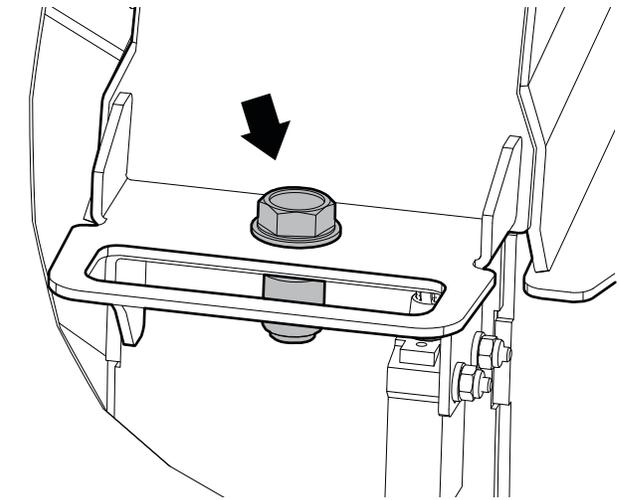

Fig. 22 – Attache du boîtier supérieur du rotor
2. Retirez la fixation du boîtier supérieur du rotor, puis ouvrez celui-ci. Voir Fig. 22.
9. Installez l'attache du boîtier supérieur du rotor. Voir Fig. 22.
2. Enlevez l'attache du boîtier supérieur du rotor. Consultez la Fig. 22 à la page 36.
5. Installez l'attache du boîtier supérieur du rotor. Consultez la Fig. 22 à la page 36.